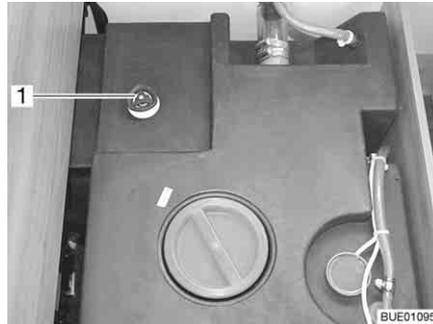

Bild 170 Wassertank mit Drehgriff
- Auf dem Wassertank den Drehgriff (Bild 170,1) im Uhrzeigersinn bis zum Anschlag drehen.
- Auf dem Wassertank den Drehgriff (Bild 170,1) entgegen dem Uhrzeigersinn bis zum Widerstand drehen. Das Wasser läuft bis auf 60 Liter aus.